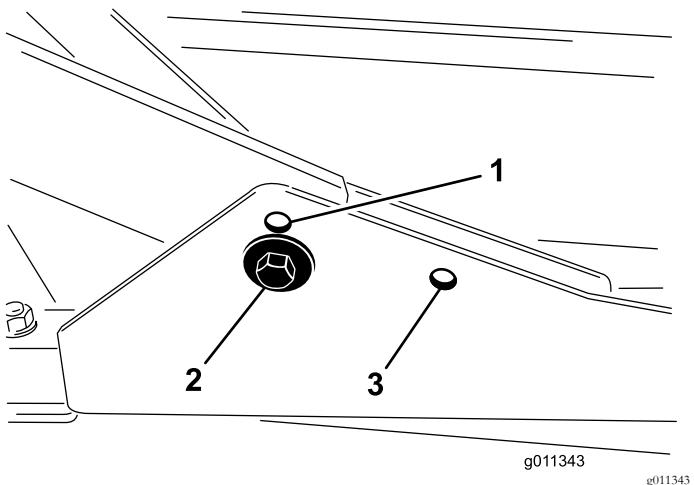

Figure 8
1. Pour les hauteurs de coupe entre 2 et 7,6 cm, montez les bâts porteurs avant dans les trous inférieurs avant (Figure 8).
2. Pour les hauteurs de coupe entre 6,3 et 10 cm, montez les bâts porteurs avant dans les trous supérieurs avant (Figure 8).
Quelle que soit la hauteur de coupe, le plateau de coupe arrière doit être monté dans les trous de montage arrière (Figure 8).